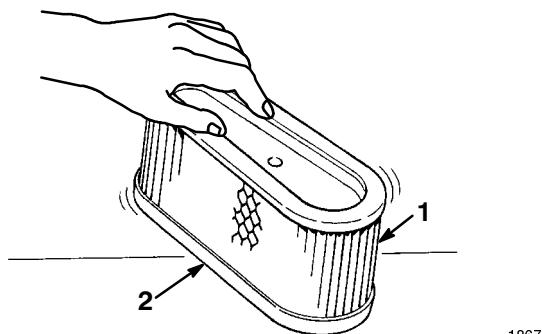

Bild 27
- A. Klopfen Sie den Einsatz leicht auf eine flache Unterlage, um Staub und Schmutz zu beseitigen (Bild 27).